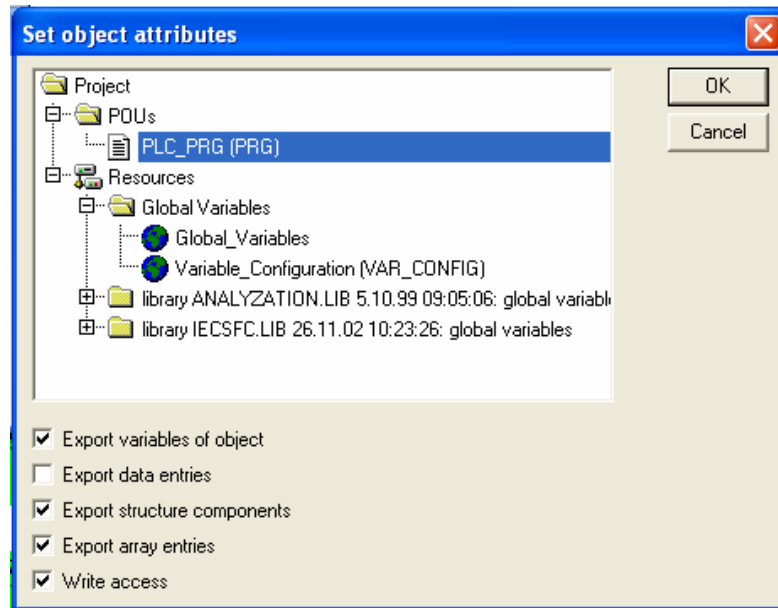

Рис. 5. Выбор параметров переменных проекта
6. В открывшемся списке **параметров переменных** проекта (рис. 5) выбираются нужные объекты проекта, из которых требуется экспортировать переменные, и устанавливаются для них флаги в полях опций. Для обеспечения экспорта переменных в пространство имен **OPC-сервера** необходимо установить флаг в поле опции **Export variables of object** . В случае, если требуется изменять значения переменных, необходимо установить флаг в поле опции **Write access**.